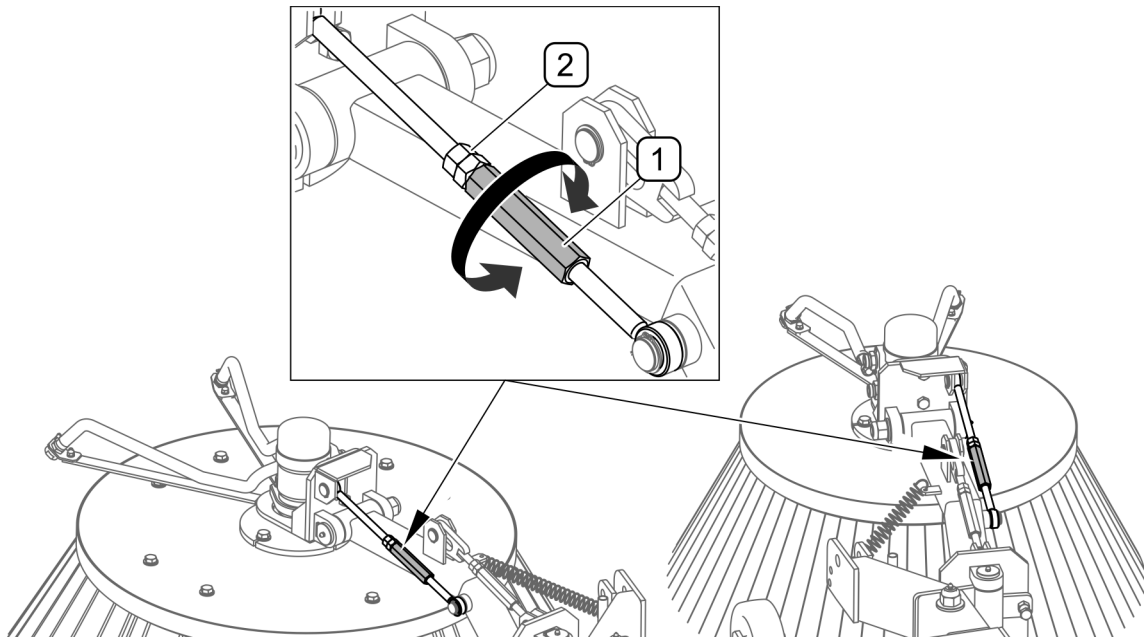

РИСУНОК 5.7 Регулювання важелів щіток
- 2) Регулювання важелів щіток (РИСУНОК 5.7)
(1) - натягувач; (2) - контргайка
Регулювання висоти важелів щіток (РИСУНОК 5.7) здійснюється за допомогою натягувачів (1). Перш ніж починати регулювання необхідно ослабити контргайки (2) і повертаючи натягувач (1), встановити потрібну висоту окремих важелів. Після виконання регулювання затягнути контргайки (2). Регулювання проводиться незалежно для правої і лівої щітки.